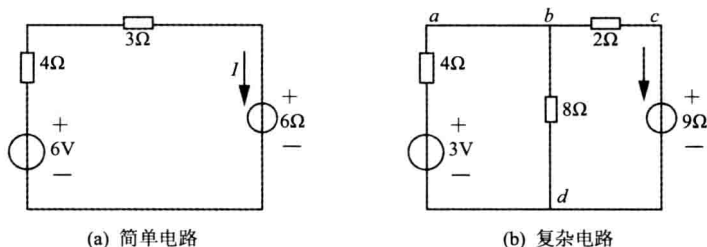

图 1-1-6
(1) **节点**。电路中有三个或三个以上元件的连接点称为节点。图 1-1-6(b)中， $b$  和  $d$  是两个节点；而图 1-1-6(a)中没有节点。
(2) **支路**。两个相邻节点间的那部分电路称为支路。图 1-1-6(b)中共有三条支路,即  $bad$ 、 $bd$  和  $bcd$ ; 而图 1-1-6(a)中没有支路。
支路中含有电源的支路称为有源支路。图 1-1-6(b)中  $bad$  和  $bcd$  两条支路均为有源支路。不含电源的支路称为无源支路。图 1-1-6(b)中  $bd$  支路为无源支路。
(3) **回路**。电路中的任意一个闭合路径称为回路。图 1-1-6(a)中只有一个回路; 图 1-1-6(b)中有三个回路, 即回路  $abda$ 、回路  $abcd$  和回路  $bcd$ 。
(4) **网孔**。内部不含支路的回路称为网孔。图 1-1-6(a)中只有一个网孔; 图 1-1-6(b)中有两个网孔, 即  $abda$  和  $bcd$ 。